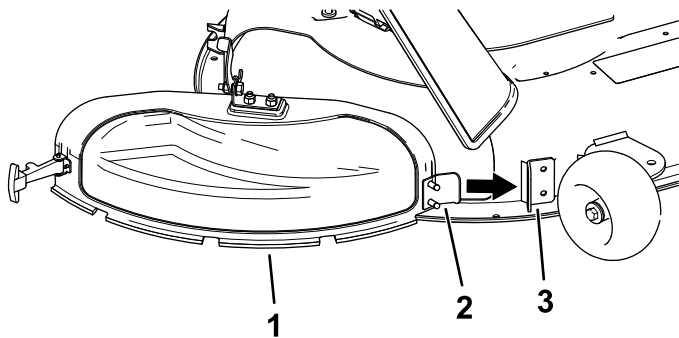

Bild 14
3. Winkeln Sie die Metallnase an der Auswurfkanalabdeckung im Schlitz in der Halterung ab, die am Mähwerk angeschweißt ist (Bild 14).